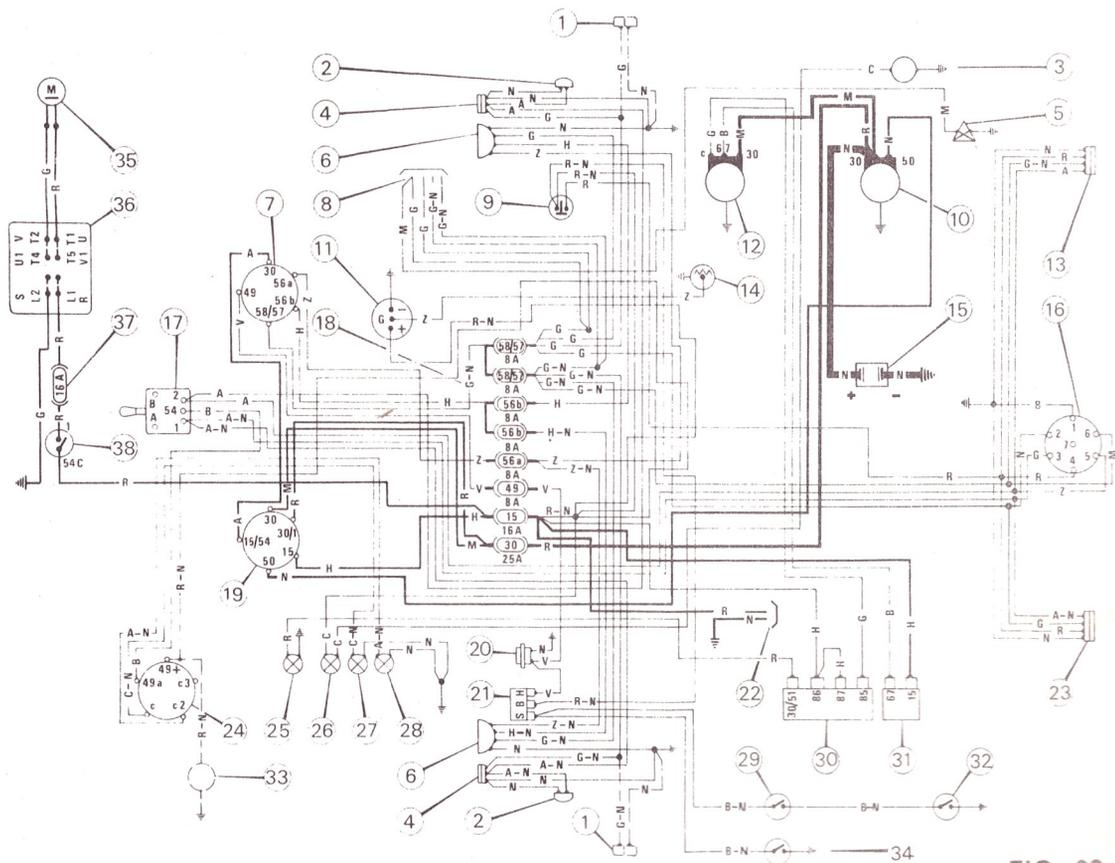

FIG. 62
Installation électrique (fig.62)
Il est prévu une prise de courant (22, fig.62) pour la cabine ou pour phares supplémentaires.
- ne pas intervertir le câble allant à la borne 67 (fig.48) avec celui allant à la borne 15 (fig.62) ce qui provoquerait immédiatement la détérioration du régulateur.